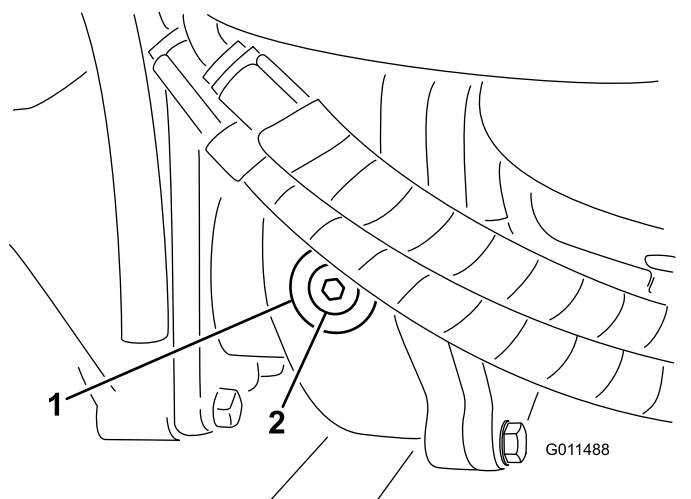

Figura 108
2. Togliete il tappo di controllo/riempimento dal lato sinistro del riduttore e verificate che il lubrificante raggiunga la base del foro (Figura 108).